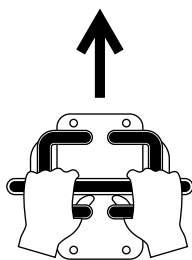

Рисунок 7
- Чтобы начать движение вперед, переместите оба органа управления тягой вперед (Рисунок 7).